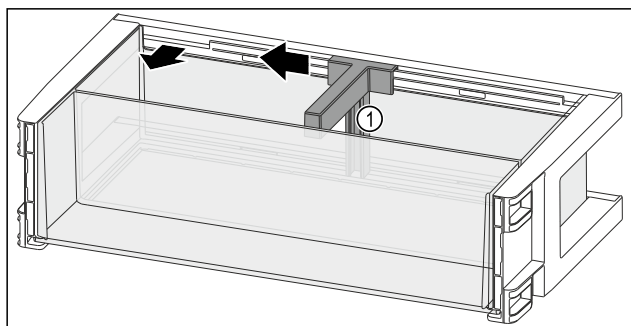

Fig. 142
- Pousser le range-bouteilles Fig. 142 (1) sur le côté jusqu'à l'évidement.
- Retirer le range-bouteilles Fig. 142 (1).